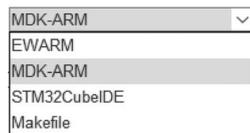

图 3-24 可选的工具链/IDE 软件列表
(1) Application Structure(应用程序结构)，有 Basic 和 Advanced 两个选项。
① Basic：建议用于只使用一个中间件或者不使用中间件的项目。在这种结构中，IDE 配置文件夹与源代码文件夹同级，用子目录组织代码。
② Advanced：当项目里使用多个中间件时，建议使用这种结构，这样对于中间件的管理容易一些。
(2) Do not generate the main()复选框：如果勾选此项，导出的代码将不生成 main()函数。但是，C 语言的程序肯定是需要一个 main()函数的，所以不勾选此项。
(3) Toolchain Folder Location，也就是导出的 IDE 项目所在的文件夹，默认与 STM32CubeMX 项目文件在同一个文件夹。
(4) Toolchain/IDE：从一个下拉列表框中选择导出 C 语言程序的工具链或 IDE 软件，如图 3-24 所示。